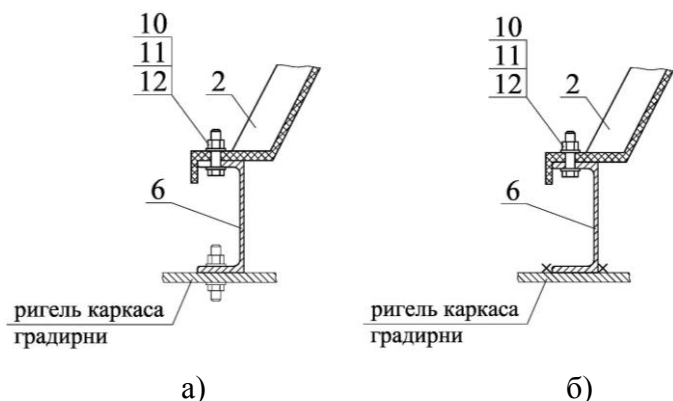

Рисунок 3
3.2 Прикрепить опорное кольцо к ригелям каркаса градирни при помощи а) болтовых соединений (рисунок 3а), при этом отверстия в ригелях каркаса и опорном кольце выполняются по месту; б) на монтажной сварке (рисунок 3б).